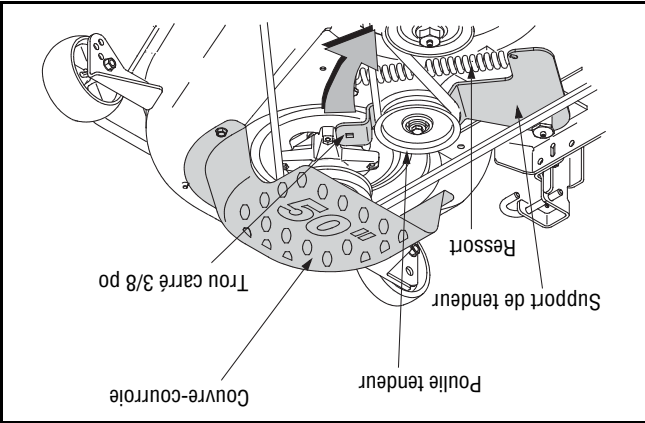
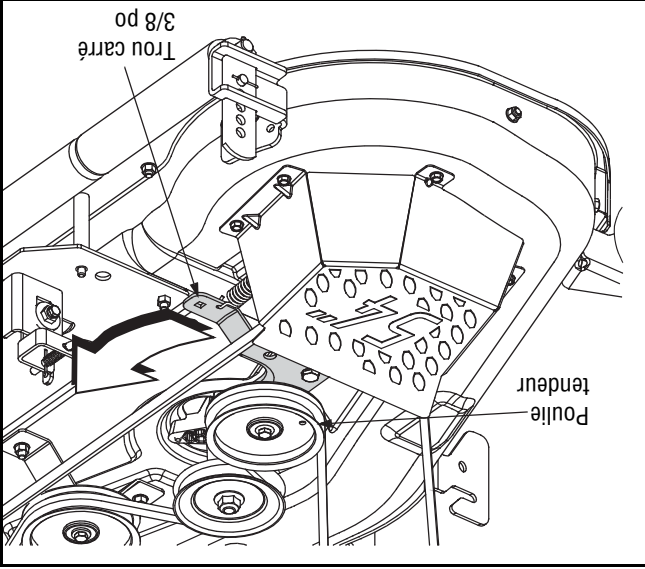

Figure 25
Figure 26
- Insérez une clé à cliquet de 3/8 po (pour serrer, Modèle GT2200 ou pour desserrer, Modèle GT2300) dans le trou carré qui se trouve sur le support de la poulie de tension, sur la gauche du plateau de coupe. Voir la Figure 25, Modèle GT2200 ou la Figure 26, Modèle GT2300.
- Installez les courroies neuves. Voir la Figure 26. Remplacez les couvre-courroies retirés précédemment.